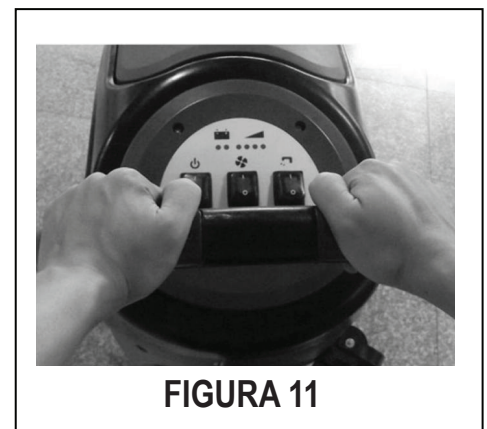

FIGURA 11
2. Mantenga pulsado el interruptor de encendido/apagado (1) (Figura 11), empuje para mover la máquina, e iniciar el fregado.